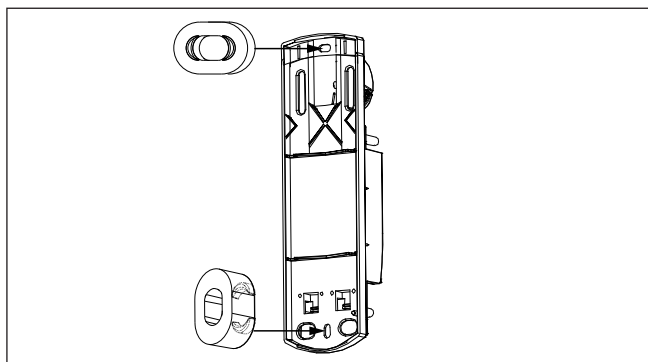

Abb. 2 Einclippen der separaten Abstandhalter ins Schraubloch
- ▶ 2 Abstandhalter für Wand- und Deckenmontage (Abb. 2)
- Für Wand- und Deckenmontage liegen separate Abstandhalter bei. Dies verhindert ein Reißen und Verformen des Kunststoffs (Abb. 2) am Schraubloch.
- Clipsen Sie einen der beiliegenden Abstandhalter in das Schraubloch ein (waagrecht oder senkrecht, Abb. 2).